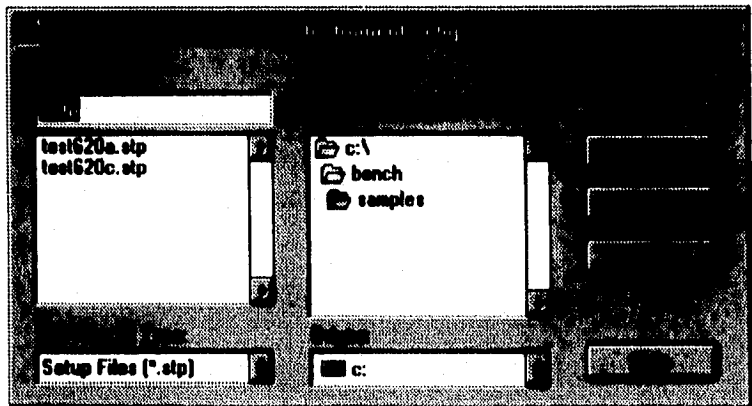

Figura 4.47
1. Seleccionar Setup/Instrument Setup... de la barra de menú, después de que el osciloscopio ha sido configurado. El cuadro de diálogo INSTRUMENT SETUPS que se muestra en la Figura 4.47 aparecerá.